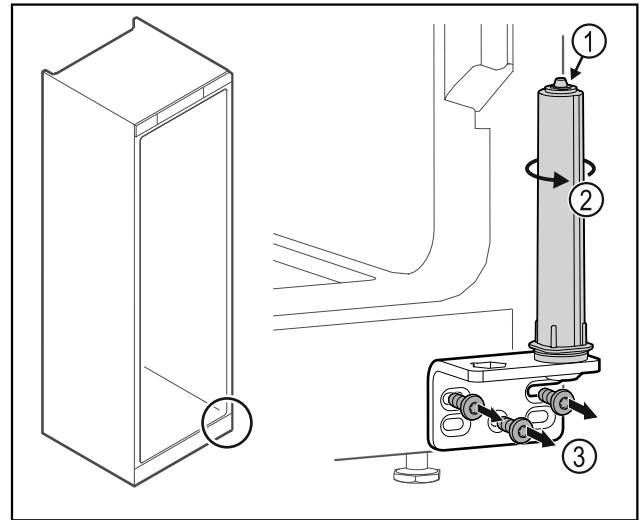

Fig. 25
- ▶ Μην αποσυναρμολογείτε το σύστημα κλεισίματος πόρτας Fig. 25 (1).
- ▶ Περιστρέψτε το σύστημα κλεισίματος Fig. 25 (2), μέχρι να κάνει κλικ.
- ▶ Ξεβιδώστε τη γωνία μεντεσέ Fig. 25 (3).